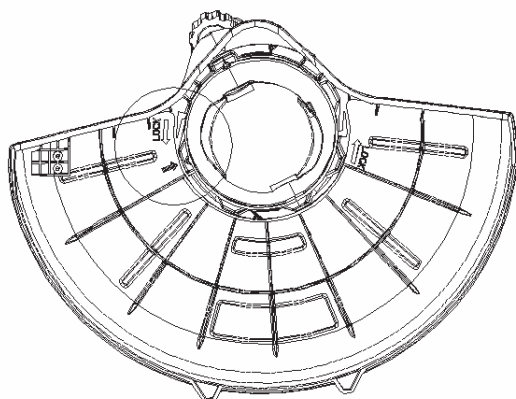
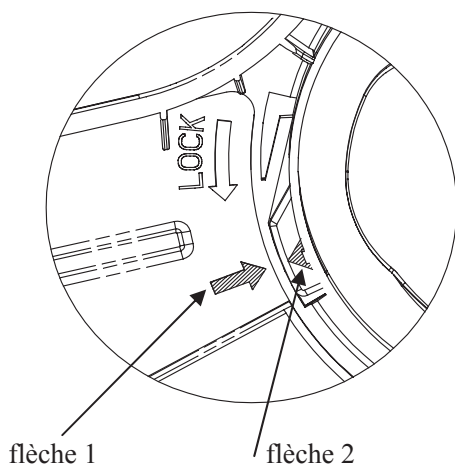

Fig. 5
Fig. 6
1. Aligned la flèche d'installation flèche 1 sur l'écran de protection anti-débris avec la flèche d'installation flèche 2 sur le logement de l'outil tel que montré sur la (Fig. 5 et Fig. 6.)
2. Tournez l'écran de protection anti-débris dans le sens montré sur le schéma, jusqu'à ce qu'il se bloque correctement en place (Fig. 6). Vérifiez que l'écran de protection anti-débris soit monté sur l'outil tel que expliqué dans la section CONNAITRE VOTRE DEBROUSSAILLEUSE dans ce manuel